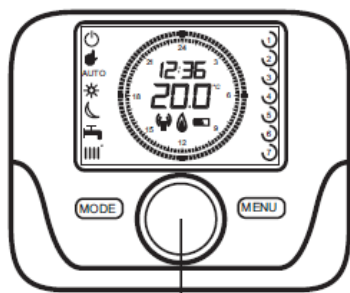

Fig. 15: Seletor rotativo
9. Comece pela configuração do Termóstato ambiente modulante: Premir o seletor rotativo (Fig. 15) 6 segundos, até que o ecrã mostre "HC1".